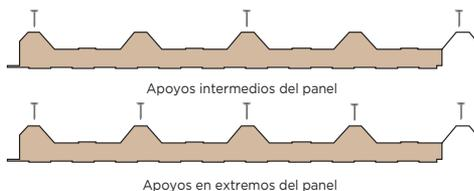

Figura 22
- Utilice tornillos estructurales A+ (A Plus) de 5", colocados sobre la cresta del perfil, 1 en cada cresta, 5 en total por cada panel; utilice tornillos estructurales A+ (A Plus) de 2 1/2", colocados sobre el valle del perfil, 2 en cada valle, 10 en total por cada panel (Ver Figura 22).
- Para fijar los paneles a la estructura de perfiles de soporte de soporte metálicos, utilice tornillos estructurales A+ (A Plus) de 5" (ver Figura 22).